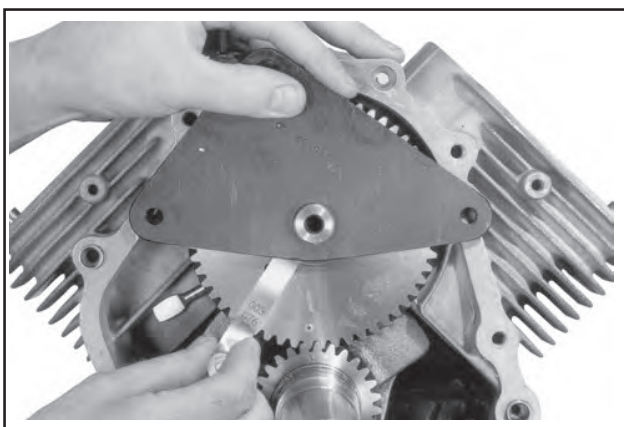

Abbildung 11-14. Überprüfung des Endspiels der Nockenwelle.
- Das Gerät für die Überprüfung des Endspiels der Nockenwelle auf der Nockenwelle positionieren. Siehe Abbildung 11-14.